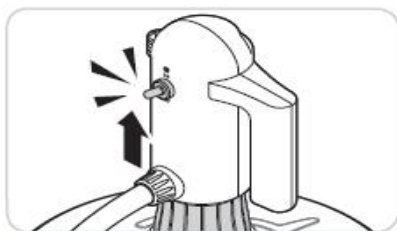

Рисунок 9
5. Установите переключатель в верхнее положение «ON» (ВКЛ.) (смотрите рисунок 9 ниже).